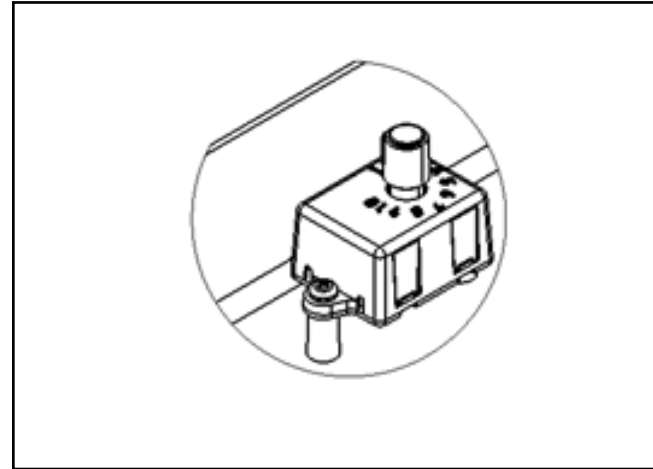

Figure 1.
1. Ouvrir la porte d'accès et localiser le FADC. (Figure 1)